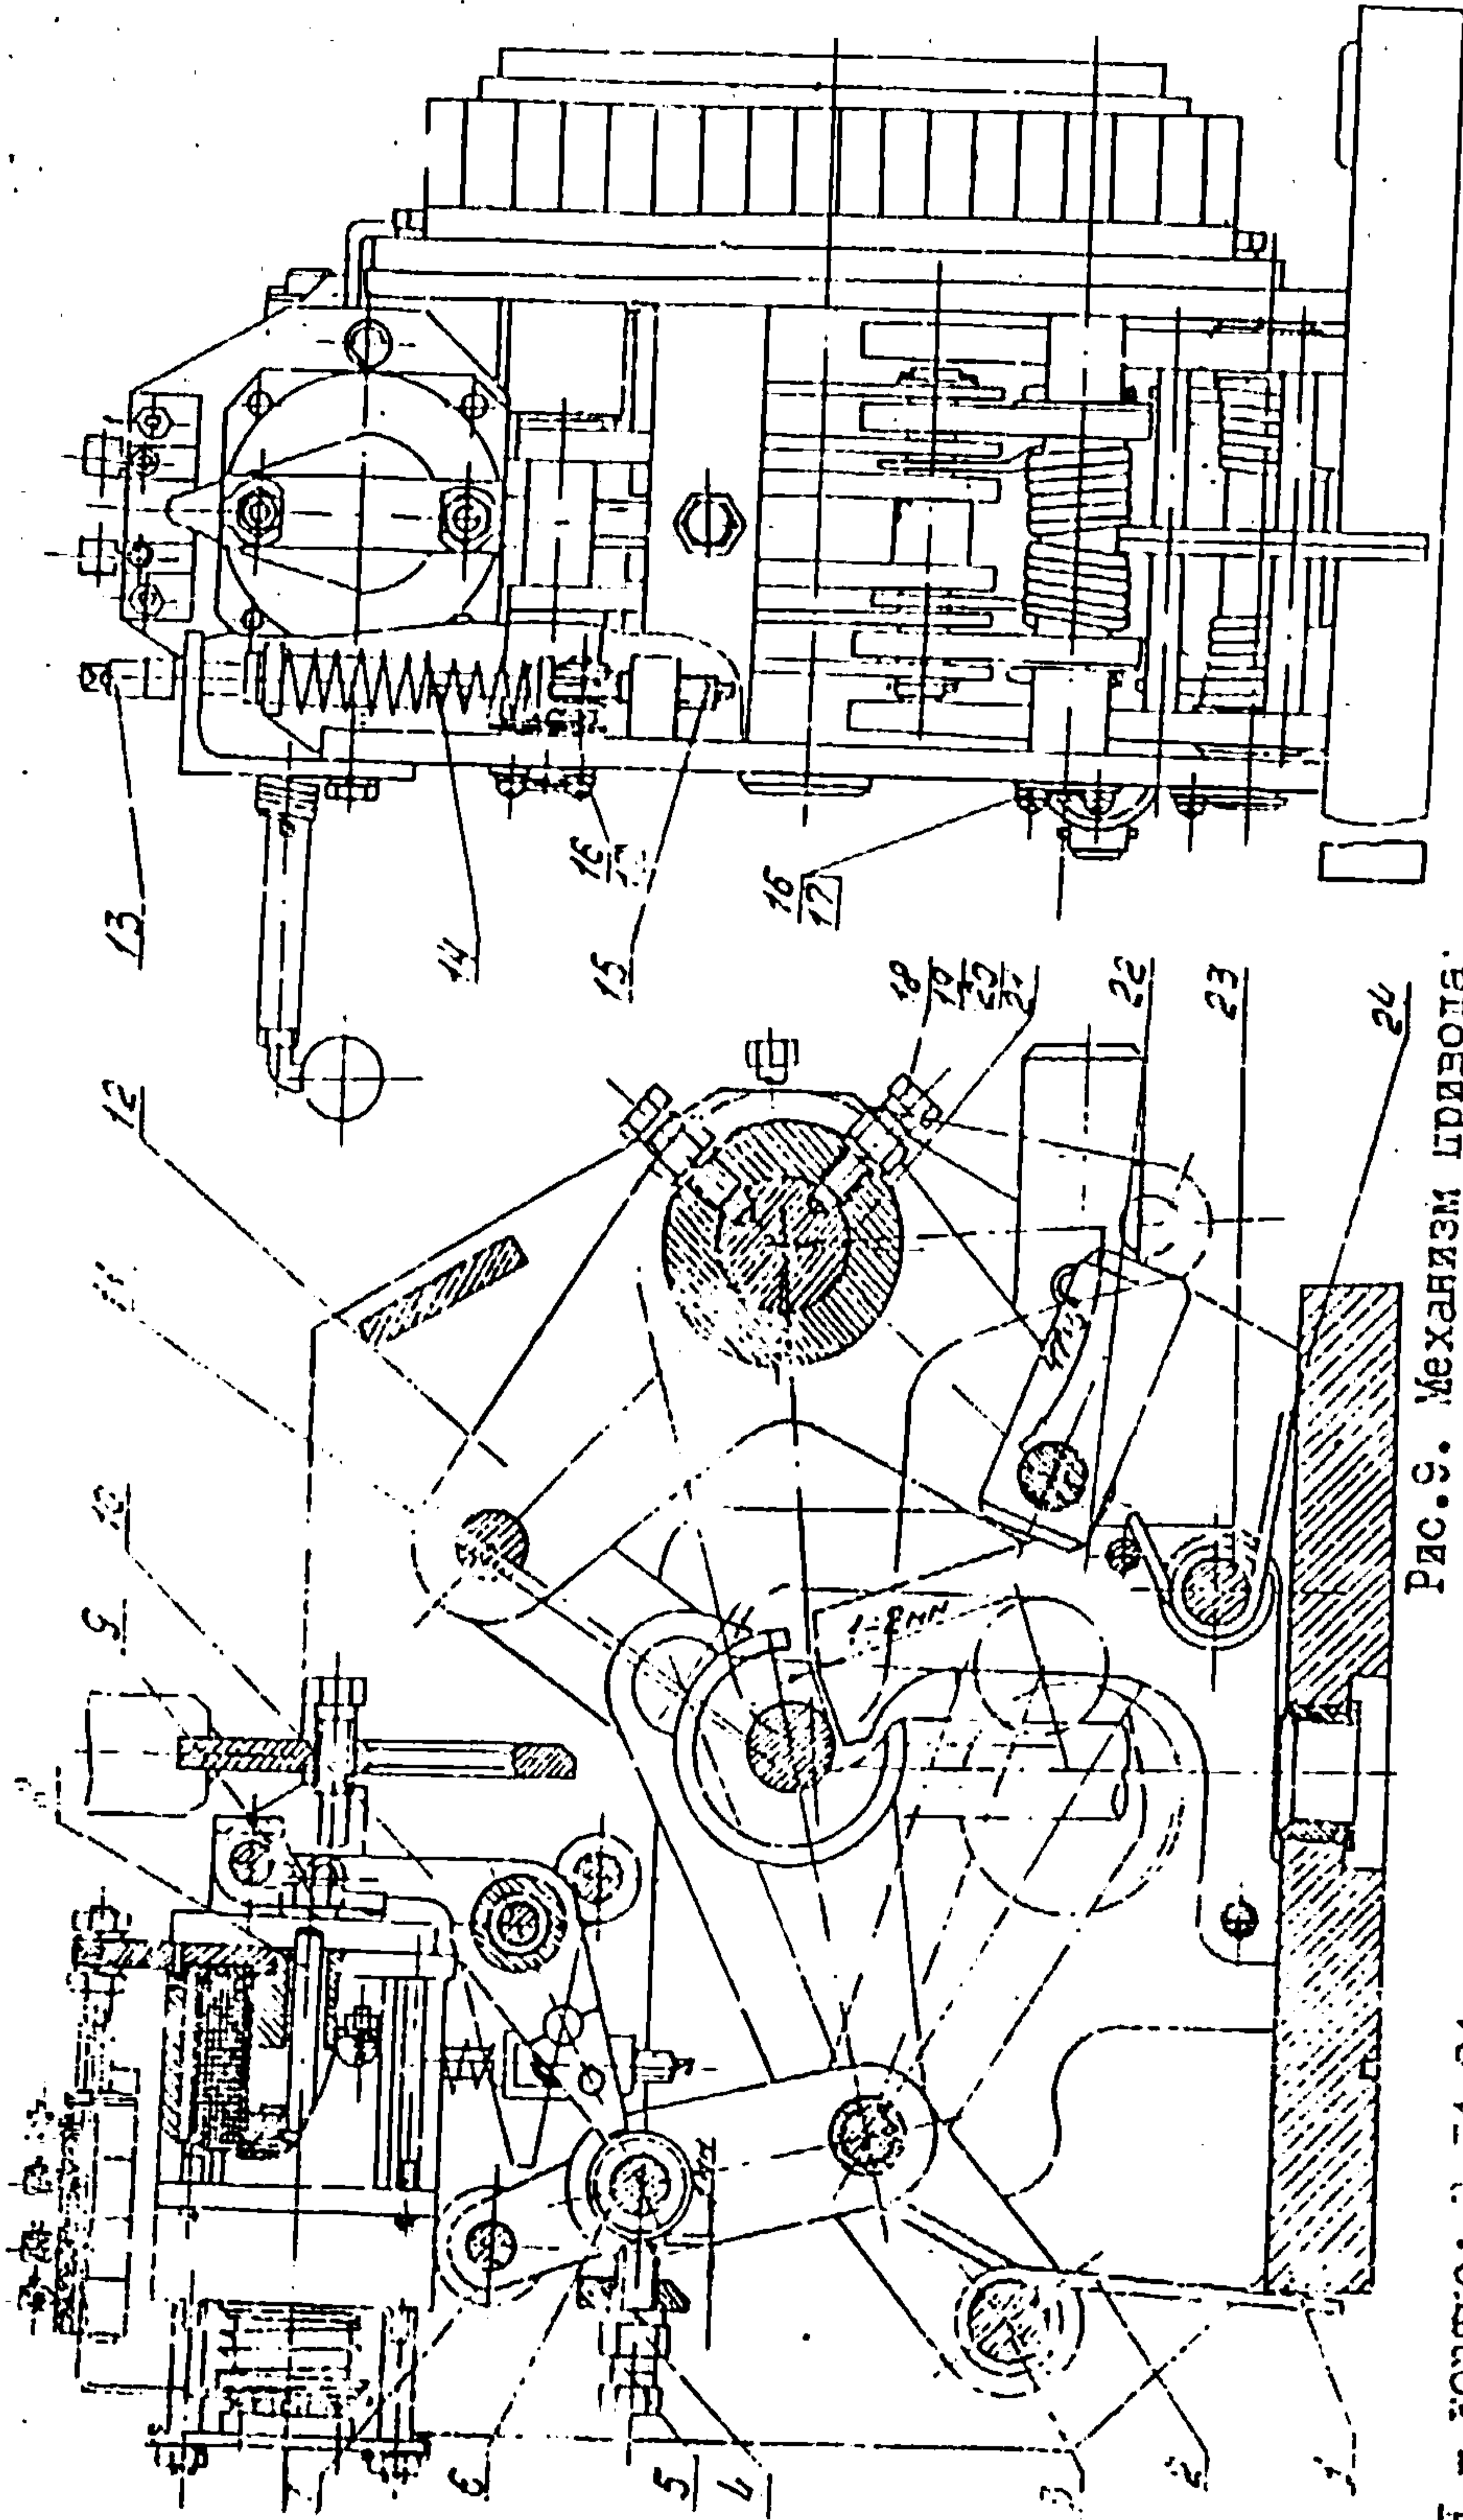

Рис. 9. Механизм привода:
II.1. Вывинтить винты 16 (рис.9), вынуть оси 3,7.
12.2. Отвернуть болты 9 (см. рис. 9), снять электромагнит отключения.
13.1. Вывинтить винты 16 (см.рис.9) из корпуса I, вынуть ось 23 с втулками, снять удерживающую собачку 22, пружину 24.